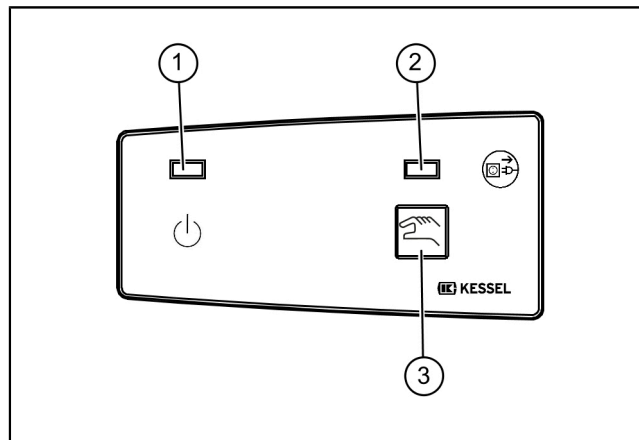

Fig. 8: Visione d'insieme delle visualizzazioni
Se si presenta una condizione che genera un allarme, il LED d'allarme (2) si accende, unitamente eventualmente a uno degli altri LED. Dopo l'eliminazione della causa dell'allarme, l'allarme potrà essere confermato premendo il tasto (5) (vd. "fig. 8: Visione d'insieme delle visualizzazioni", pagina 85).